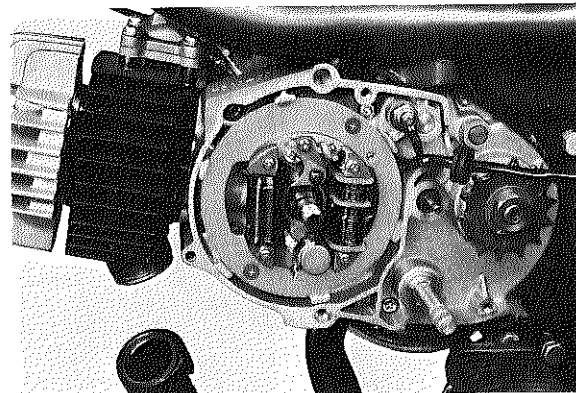

Fig. 2-5-1
1. Apply a few drops of light-weight machine oil or distributor lubricant to the point cam lubricator. (Fig. 2-5-1)
1. Appliquer quelques gouttes d'huile à mécanisme ou de lubrifiant pour distributeurs sur le feutre de graissage de la came de rupteur (Fig. 2-5-1).
1. Einige Tropfen leichtes Maschinenöl oder Unterbrecherschmiermittel auf die Unterbrechernocke-Schmiervorrichtung auftragen. (Fig. 2-5-1)